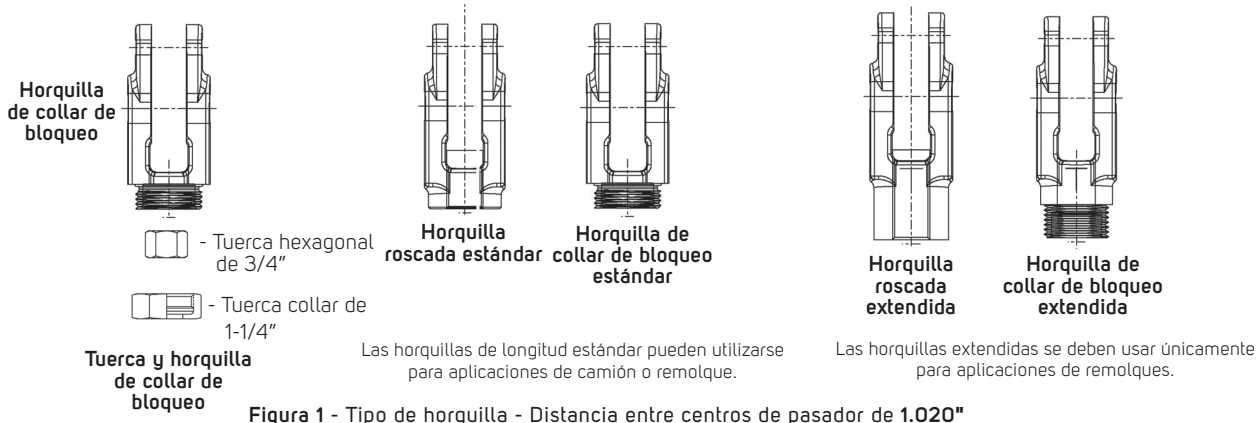

Figura 1 - Tipo de horquilla - Distancia entre centros de pasador de 1.020"
- Consulte la Figura 1 y determine si sus ajustadores de freno Gunité están equipados con la horquilla roscada o la horquilla de bloqueo del collar (longitud extendida o estándar con una distancia entre centros del pasador de 1,020 in). Consulte el procedimiento de instalación correcto para el estilo de horquilla utilizado en sus ajustadores de holgura Gunité.